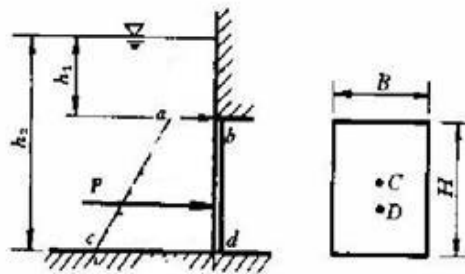

图3 平板闸门示意图
4. 铅直放置的矩形平板闸门如图3所示。已知 $h_1=1 \text{m}$ ， $H=2 \text{m}$ ；宽度 $B=1.2 \text{m}$ ，求总压力以及作用点位置。